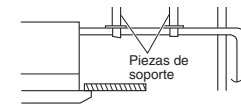

Fig. 3-29
- No fuerce las tuberías del lado de la unidad cuando conecte el tubo de drenaje. El tubo no debería poderse colgar sin soporte desde su conexión con la unidad. Fije el tubo a una pared, bastidor u otro soporte lo más cerca posible de la unidad. (Fig. 3-29)